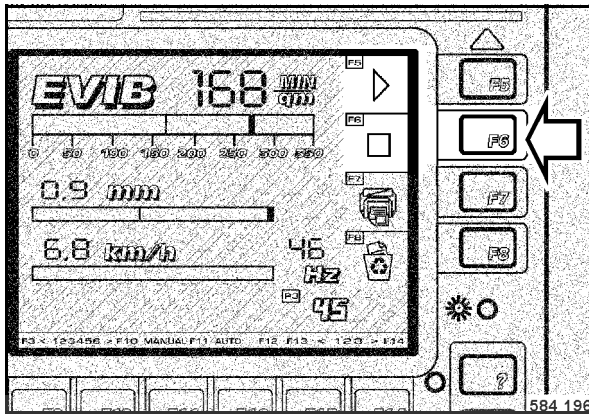

fig. 94
- Lors du passage de la fin de la piste, repère 2, appuyer sur la touche F6 "STOP" (fig. 94).